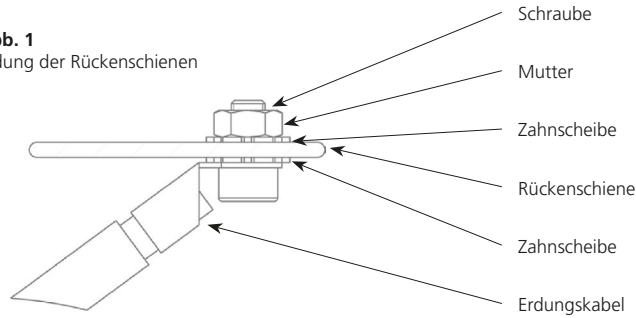

Abb. 2
- AVANCIS schreibt vor, dass die PV-Module an den 4 Montagebereichen der Rückenschienen montiert werden (graue Markierungen in Abb. 2).
- Die SMART-Klemmen müssen mit ihrer gesamten Länge im erlaubten Klemmbereich (graue Markierungen in Abb. 2) der Montageränder der Rückenschienen liegen und müssen mit einem Anzugsdrehmoment von 20 Nm vorgespannt werden. Der erlaubte Klemmbereich umfasst den ganzen Montagerand mit Ausnahme der ersten 6 cm gemessen vom äußeren Ende. Gemessen vom der Glaskante umfasst dies den Bereich von 264 mm bis 633 mm.